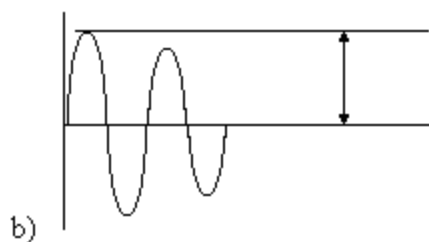

Рисунок 26
14.7.3.1.1 Собрать стенд по схеме, которую представляет **Рисунок 26**.
14.7.3.1.3 Подключить осциллограф С1-99А через делитель «1:10», как показано на рисунке (**Рисунок 26** (а)).
14.7.3.1.11 Измерить осциллографом амплитуду импульса ГИВ как указано на рисунке (**Рисунок 26** (б)).